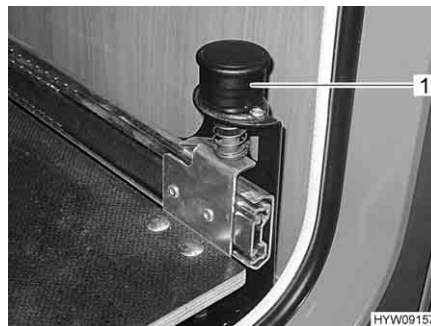

Fig. 61 Pomello con arresto
- Tirare verso l'alto il pomello (Fig. 61,1). La base estraibile del vano portabombole è sbloccata.